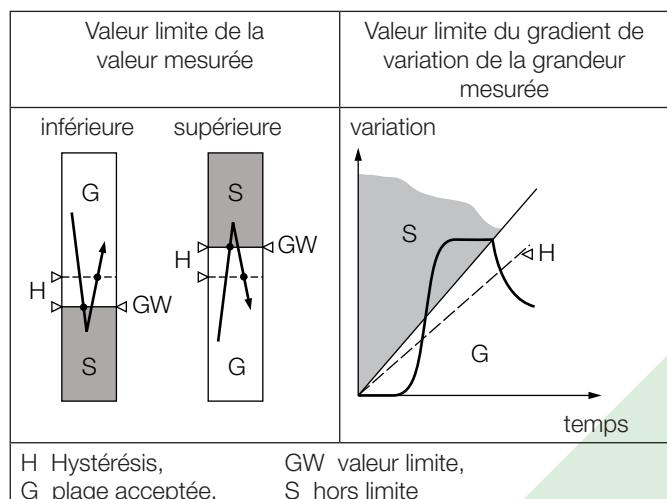

Fig. 5. Fonctions de commutation suivant type de détecteur de seuil.
- Valeur limite inférieure de la grandeur mesurée (voir Fig. 5, gauche)
- Valeur limite supérieure de la grandeur mesurée (voir Fig. 5, gauche)
(voir Fig. 5 à droite)